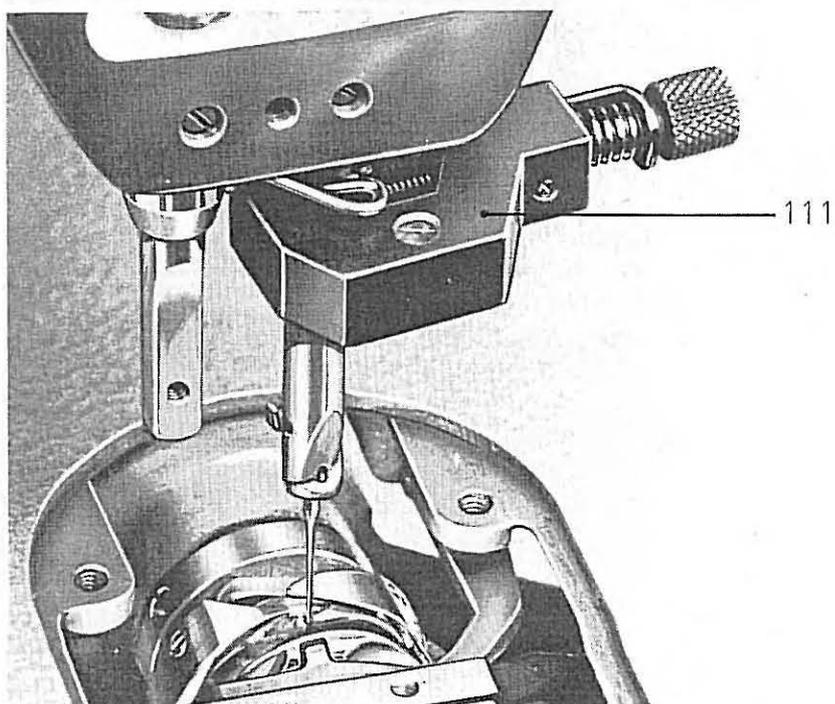

Fig. 20
1. Amener la barre à aiguille à son point culminant et fixer le calibre de réglage 111 (fig. 20) sur la barre à aiguille de telle sorte que la surface du calibre touche le bord inférieur de la douille de la barre à aiguille.